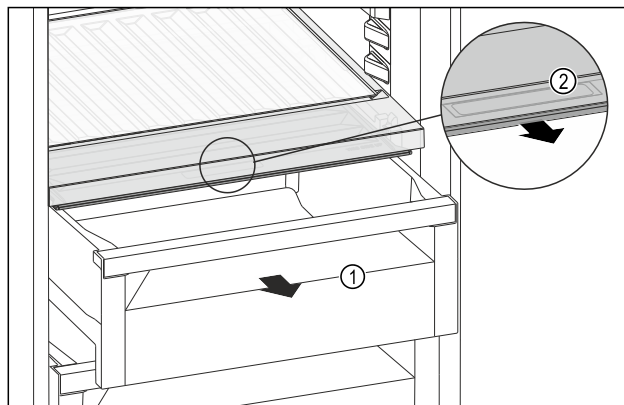

Fig. 116
- ▶ Estrarre il cassetto Fig. 116 (1).
- ▶ Afferrare la maniglia incassata Fig. 116 (2) sul coperchio dello scomparto e tirare allo stesso tempo in avanti il coperchio dello scomparto.